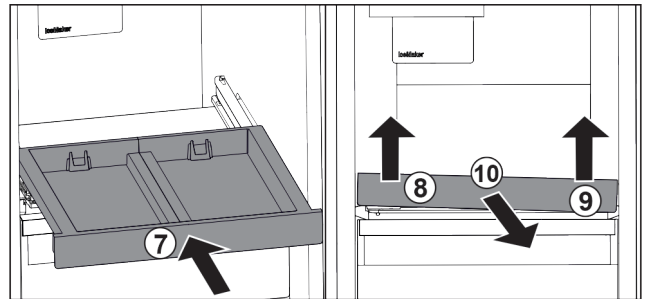

Fig. 86
- ▶ Työnnä vetotaso sisään. Fig. 86 (7)
- ▶ Nosta vetotaso edestä vasemmalta. Fig. 86 (8)
- ▶ Nosta vetotaso edestä oikealta. Fig. 86 (9)
- ▶ Vedä vetotaso eteenpäin pois. Fig. 86 (10)